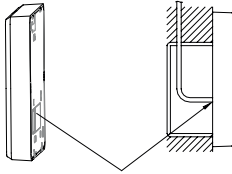

Rys. 5
a. W celu prowadzenia instalacji po zewnątrz, należy wyciąć otwór w jednym z czterech miejsc, które są do tego dedykowane zgodnie z rys. 5.